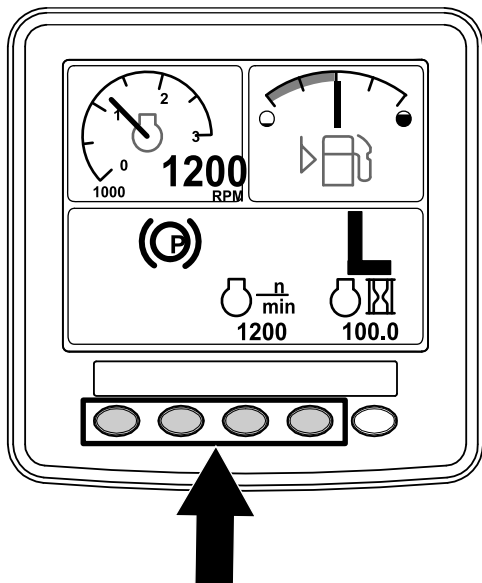

Figura 7
1. Nella schermata HOME premete i pulsanti 1, 2, 3 o 4 per accedere alla barra del menu pop-up nella parte inferiore dello schermo (Figura 7).